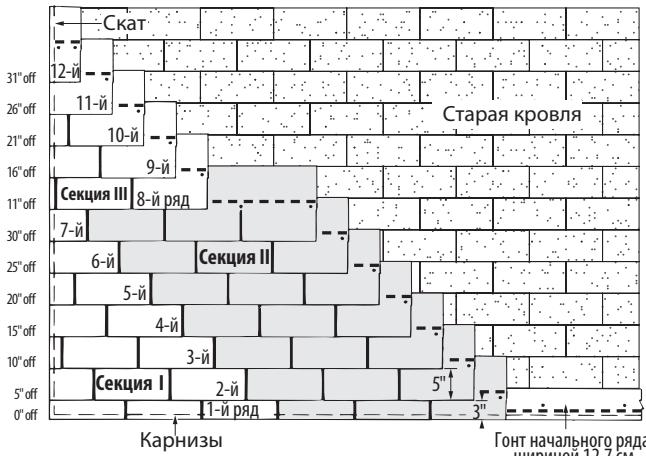

Рис. 10-21. Двенадцать вверх, на пять обрезка, встык.
**1-Й РЯД:** Первый ряд укладывается из полосовых гонтов размером 25,4 x 91,4 см, изготовленные путём обрезки язычков стандартных гонтов в нижней части на 5 см. Расположите верхний край полосовых гонтов таким образом, чтобы он соединялся встык с языками гонтов старого третьего ряда (Рис. 10-21).
- В начале второго ряда отрежьте 12,7 см от левого края гонта и расположите его верхний край встык с кромкой гонта в старом четвёртом ряду (Рис. 10-21).
- В начале восьмого ряда отрежьте 27,9 см от левого края гонта и уложите оставшийся кусок шириной 63,5 см на гонт седьмого ряда, выровняв его по левому краю седьмого ряда (Рис. 10-21).